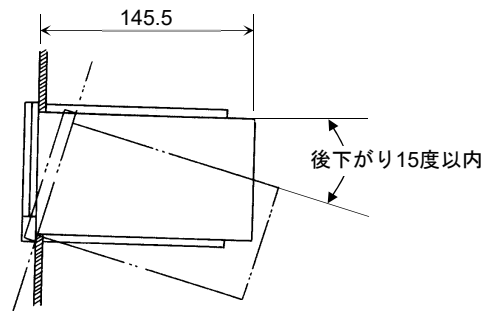
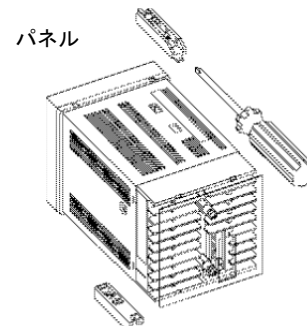

図12 取付角度
図13 取付方法
- (1) 取付角度は、水平位置から後下がりで15度以内にします（図12）。
- (2) 本体ケースをパネル穴から差し込みます。
- (3) 付属の金具により、本体の上面・下面を固定します（図13）。